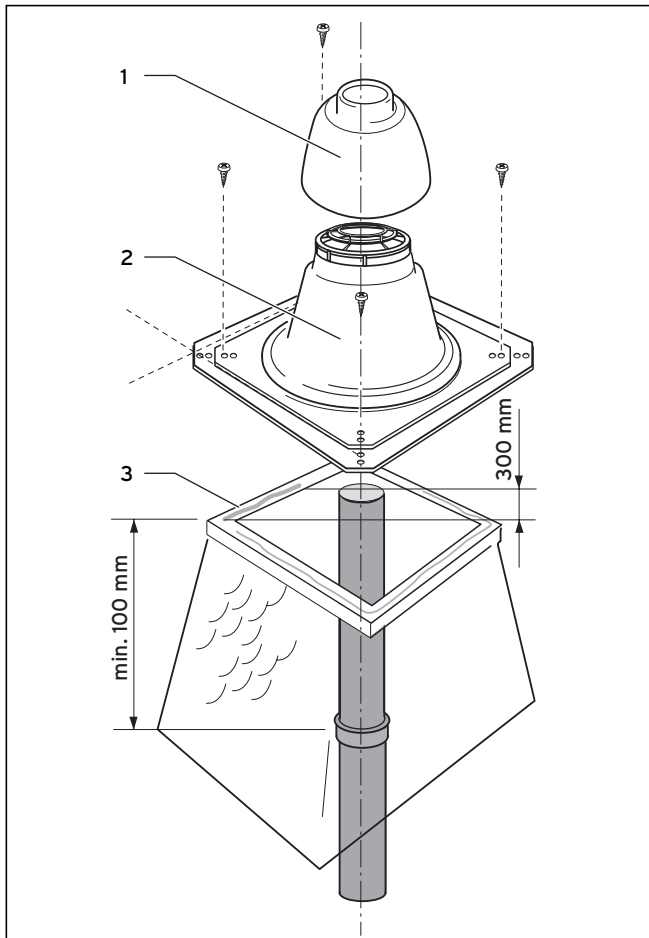

Abb. 5.25 Schachtaufsatz montieren
- Wiederholen Sie das Zusammenstecken der Rohre so oft, bis Sie das untere Rohr in den Stützbogen stecken können und das oberste Rohr die Montage der Schachtabdeckung nach Abb. 5.25 erlaubt.